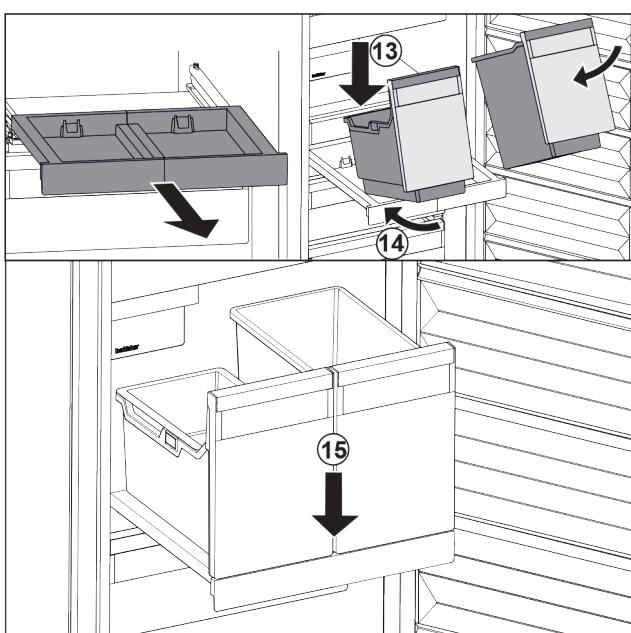

Fig. 24
- Nasadte nádobu šikmo na vysouvací desku. Fig. 24 (13)
- Zasuňte nádobu šikmo dozadu. Fig. 24 (14)
- Usadte vpředu nádobu. Fig. 24 (15)